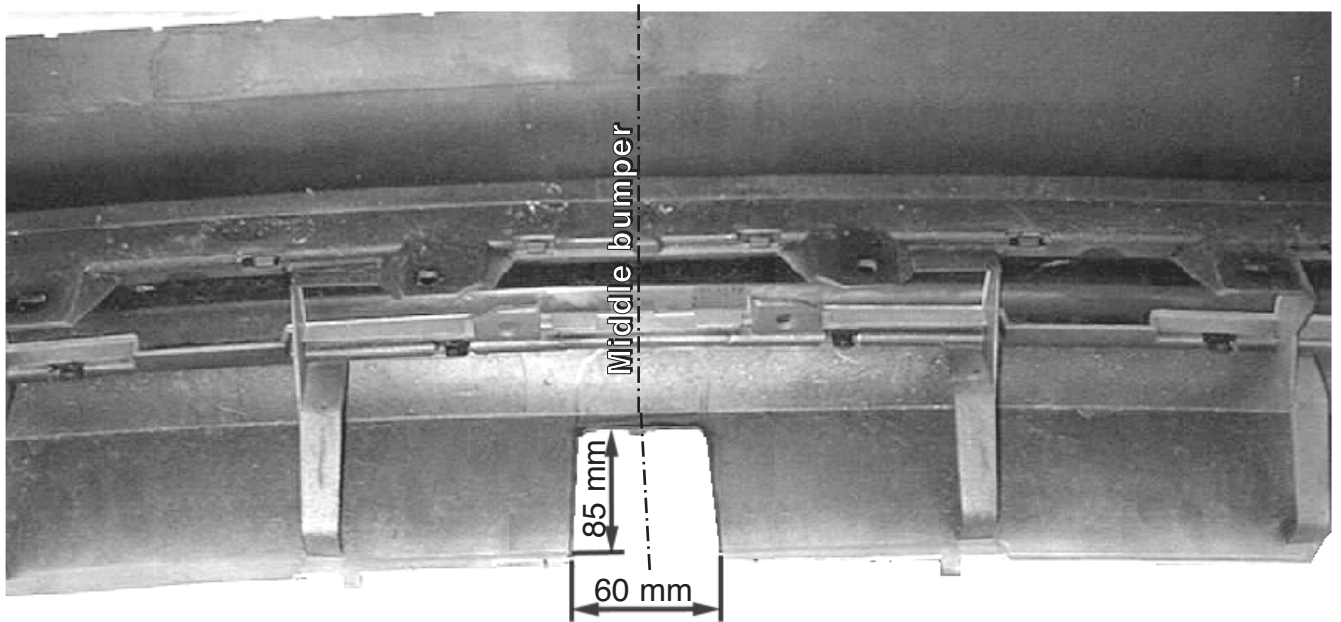

Fig. 1 BMW 3 Serie Sedan;1998-> + Coupé; 1999->
1. Den Fußboden im Kofferraum frei machen. Im Kofferraum den Wagenheber (links), die Kunststoffrückverkleidung und die Kunststoffächer (links und rechts) entfernen. Die Stoßstange vom Fahrzeug abnehmen. Die Innenverkleidung aus der Stoßstange entfernen. Die Stoßdämpfer aus der Innenverkleidung entfernen. Die entfernten Dämpfer werden später nicht mehr benötigt. Gemäß Abb. 1 ein Stück aus der Stoßstange heraussägen.
morceau du pare-chocs conformément à la figure 1.
dessa förfaller. Såga ut en del ur kofångaren enligt fig.1.
1. Fjern alt i bunden af bagagerummet . Fjern også donkraften (i venstre side af bagerummet) samt bagskærmen af kunststof og kunststof opbevaringsrummene (i venstre og højre side). Demonter kofangeren fra køretøjet. Fjern kofangerens inderside. Fjern støddæmperne fra indersiden. De demonterede støddæmpere anvendes ikke mere. Sav et stykke ud af kofangeren ifølge fig. 1.
1. Despejar el suelo del maletero. Retirar del maletero el gato (a la izquierda), la pantalla trasera sintética y los compartimientos sintéticos (a la izquierda y derecha). Desmontar el parachoques del vehículo. Retirar el armazón interior del parachoques. Retirar los amortiguadores del armazón interior. Los amortiguadores retirados no se vuelven a poner. Serrar una parte del parachoques de acuerdo con la fig. 1.